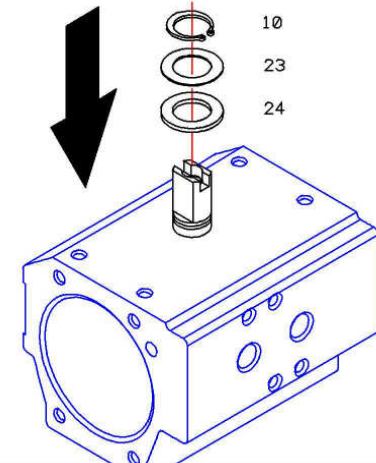

Рис. 28
**8** - Поставить на верхнюю выступающую часть приводного стержня новые детали: антифрикционную шайбу (дет. 24), уплотнитель для стержня (дет.23) и поместить стопорное кольцо (дет. 10) в отверстие с другой стороны, см. Рис. 28.